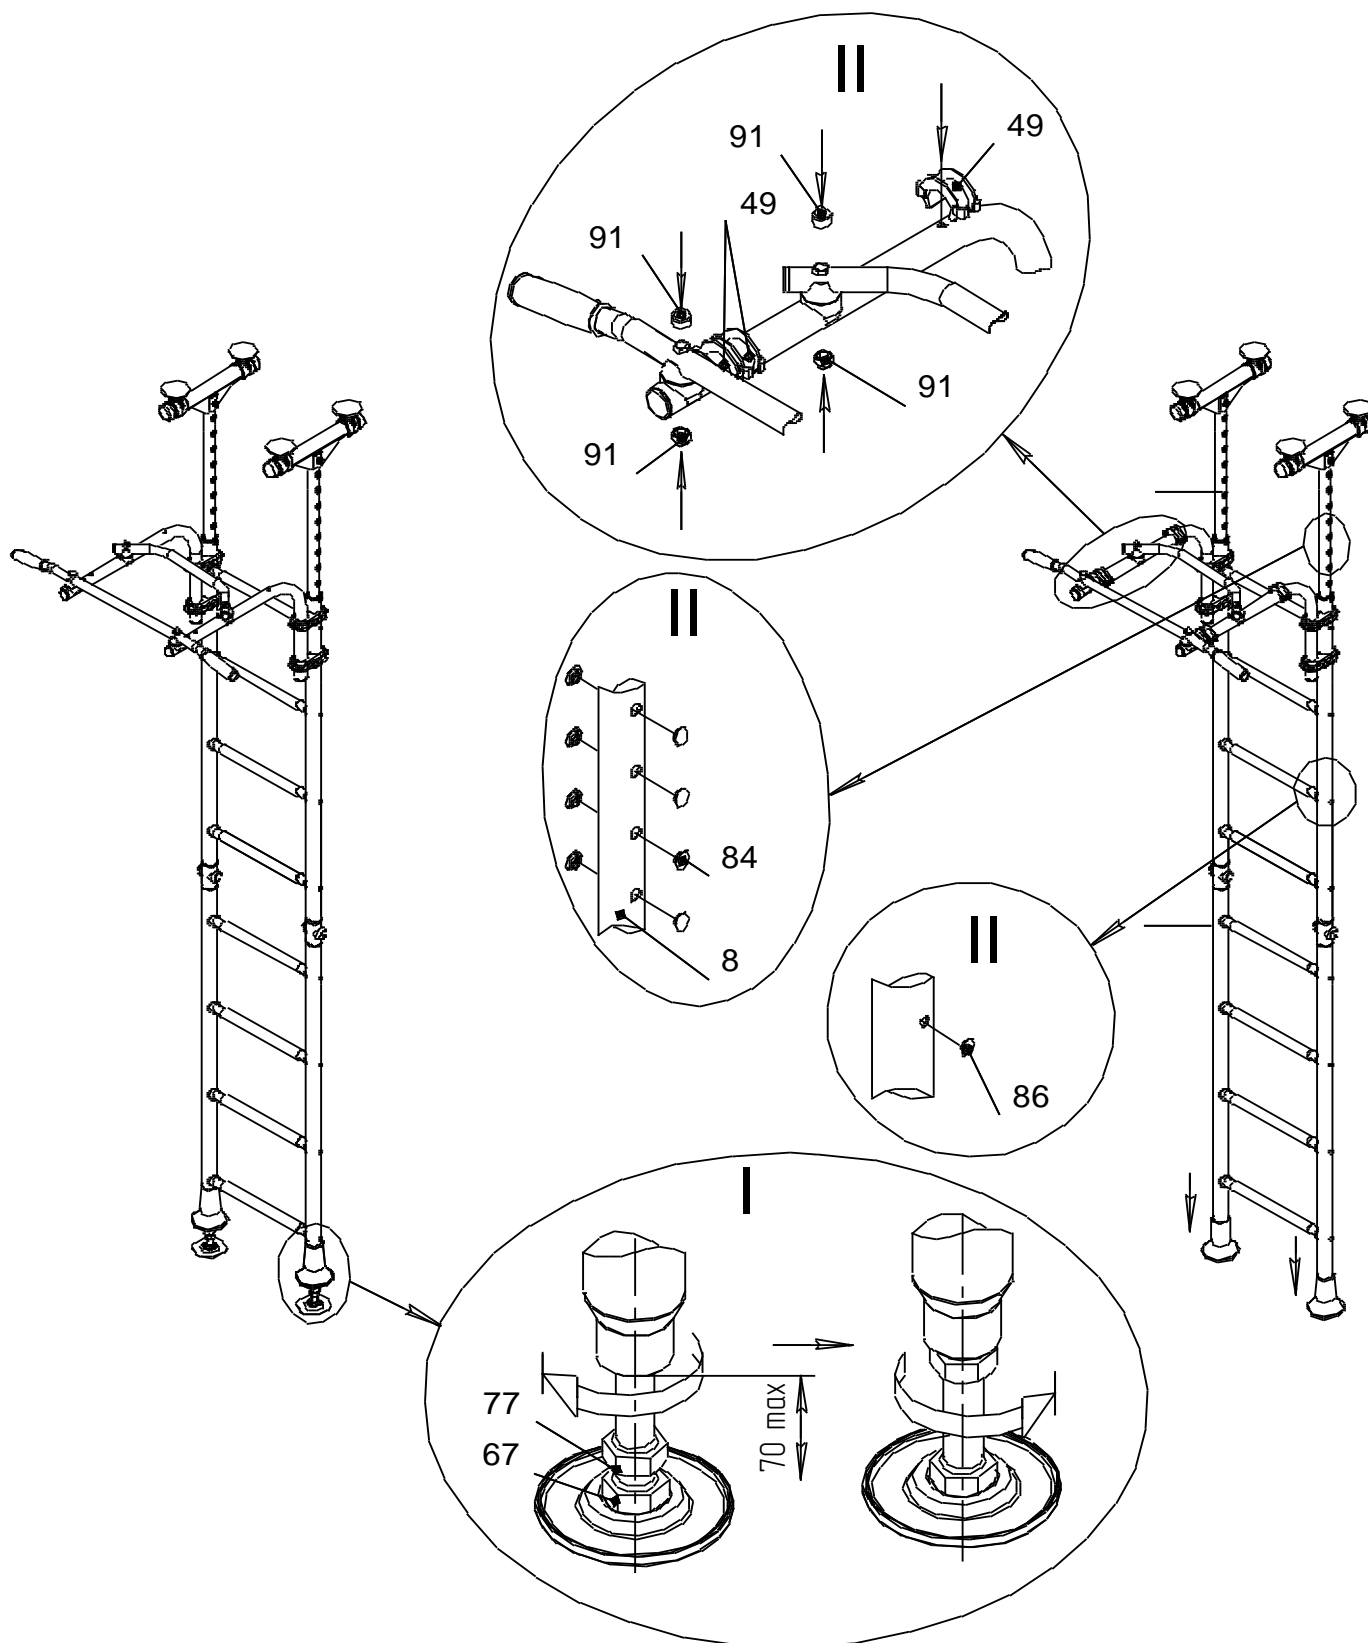

Рис. 8
- II- Установить заглушки поз. 84; 86; катушки-клипсы поз.49; колпачки декоративные поз.91 (рис.8).